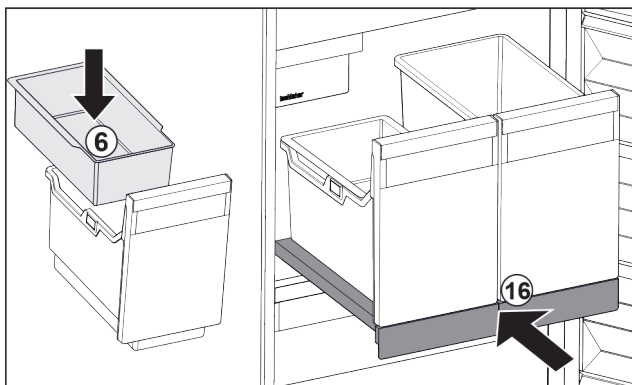

Fig. 35
- ▶ Вставьте навесной лоток Fig. 35 (6) для кубиков льда.
- ▶ Вставьте выдвижную панель с контейнером (IceTower). Fig. 35 (16)